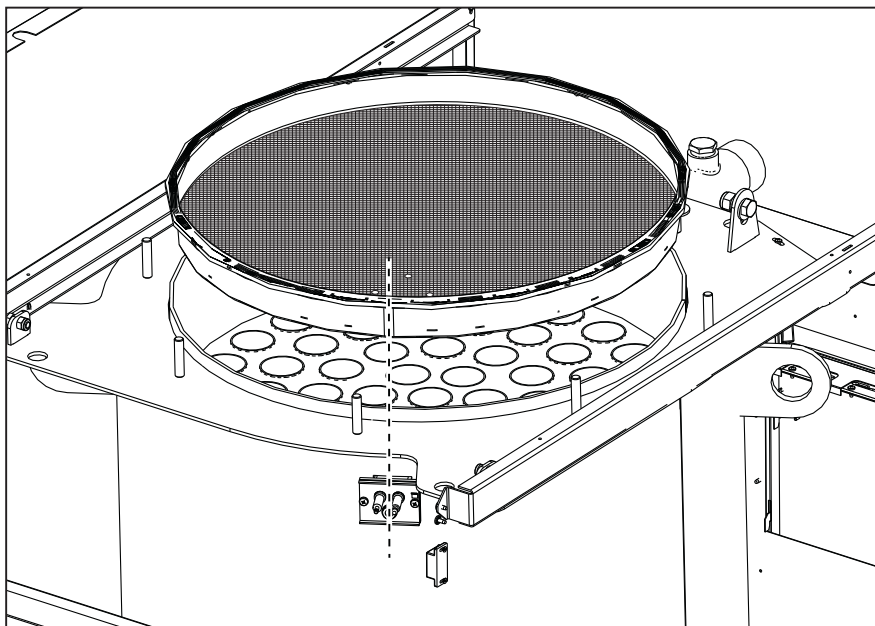

fig. 67 - Выравнивание горелк
**ВАЖНО:** после очистки горелки обязательно установите ее, совместив сварной шов фланцевого соединения с центром глазка (см. рис. 67).